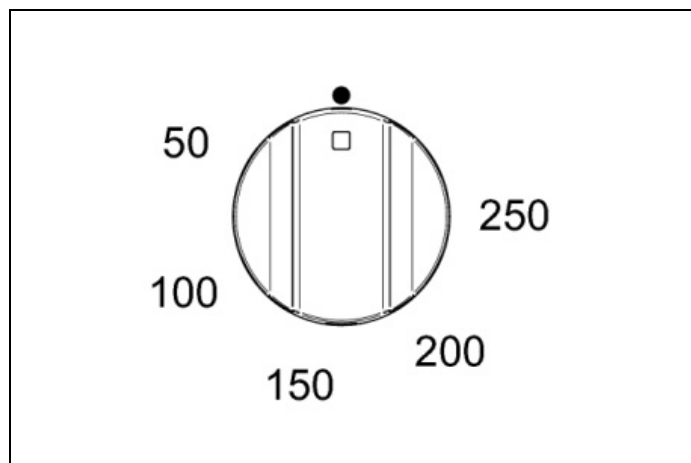
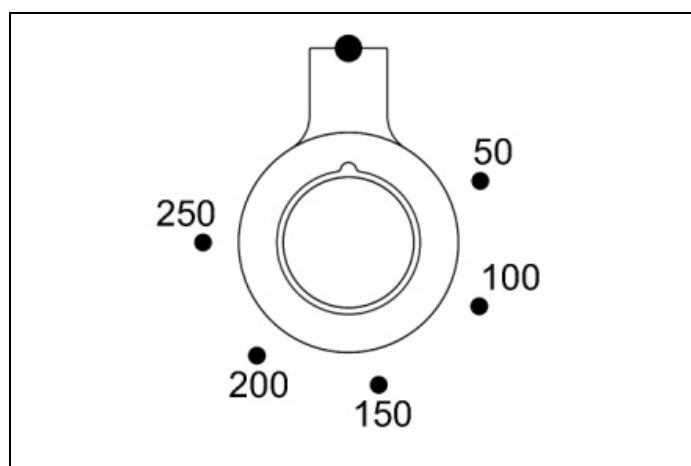
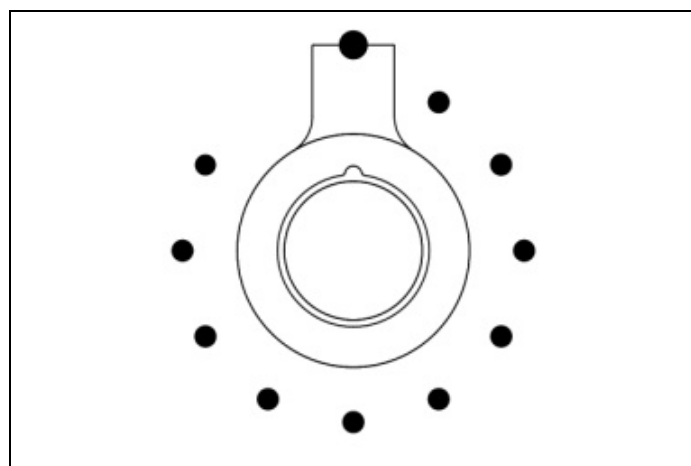

Fig. 26
Fig. 27
Fig. 28
- 2) Drej temperaturknappen (Fig. 26 - Fig. 27 og Fig. 28 kun for modellen PRO T) med uret for at vælge den ønskede temperatur. Den orange lampe slukker, når ovnen har nået den valgte temperatur og er klar til brug. Det er normalt at denne lampe tænder og slukker under tilberedningen, således at varmelegemerne holder en konstant temperatur (ovnens funktion vises på programmeringsenhedens display, kun for versionen PRO T).